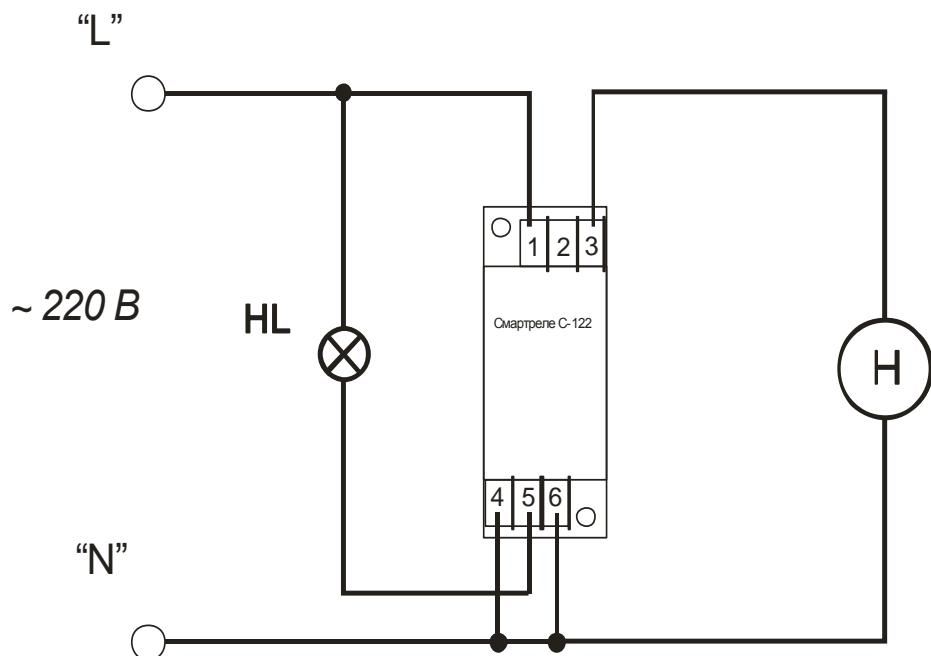
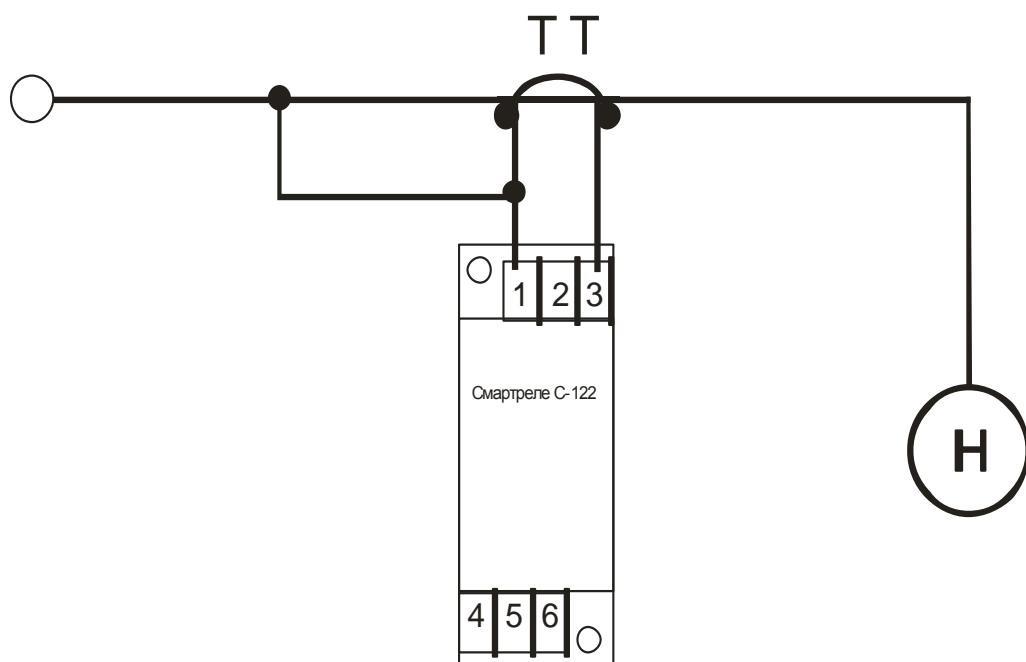

Рисунок 2 - схема прямого включения реле в контролируемую сеть
Рисунок 3 - включение реле через трансформатор тока ТТ
5.2 Схема включения реле в контролируемую сеть показана на рис. 2, рис. 3.
5.6 Максимальный ток нагрузки реле может быть увеличен путем подключения дополнительного трансформатора тока (рис. 3).
7.2 Подключение реле производится в соответствии со схемой, приведенной на рис.2 или рис 3.